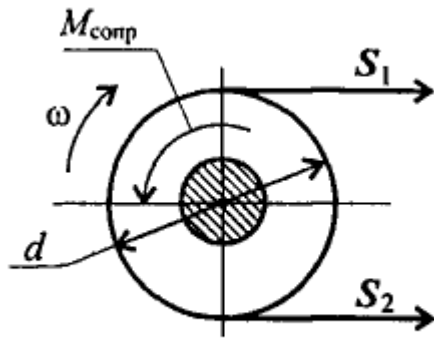

Рис. 17.10
3. Шкив приводится во вращение ременной передачей (рис. 17.10). Натяжение ведущей ветви ремня  $S_1 = 120 \text{ Н}$ , ведомого —  $S_2 = 50 \text{ Н}$ . Масса шкива 200 кг, диаметр 80 мм, момент сопротивления в подшипниках 1,2 Н-м. Определить угловое ускорение вала пренебрегая его массой. Шкив считать тонкостенным цилиндром.